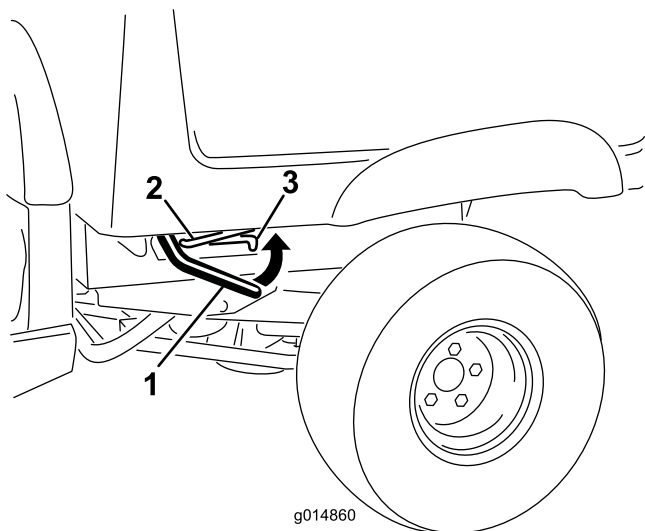

図 1
2. 荷台の右側または左側でレバーを引き上げ、荷台を持ち上げる 図 1
3. プロップロッドを固定スロットにはめ込んで荷台を固定する 図 1。